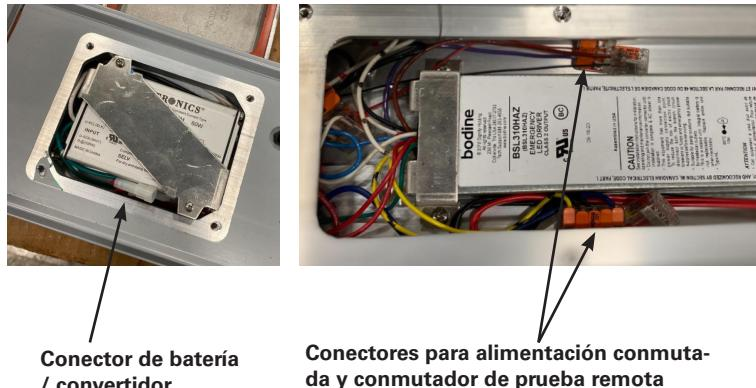

Imagen 13
- Abra la cubierta del controlador AC aflojando los cuatro (4) tornillos de la cubierta de acero inoxidable, número 10-32 x 0,75" (ver Imagen 13). Todos los componentes en el dispositivo están conectados de manera que solo los cables en línea, neutrales y a tierra deban ser conectados en el dispositivo a los cables conductores (o terminales) de acuerdo con los diagramas de cableado (ver Imágenes 16 y 17) y los métodos que cumplen con todos los códigos aplicables. Cortar primero el conductor a tierra del equipo (verde), luego el común (blanco) y finalmente la línea de voltaje (negro). Apriete todas las conexiones eléctricas. **NOTA:** Las aberturas estándar son de 3/4" NTP.
- Si no hay alimentación continua (TF) o conexiones de comutador, proceda al Paso 9.
- Para el sufijo TF, use la línea de pescado suministrada de fábrica para jalar a través de los conductores de alambre para el cableado del controlador o para dispositivos múltiples de conexión en cadena (máximo de cinco (5)). Consulte el esquema para el
- Para conectar una fuente de energía conmutada adicional, retire la cubierta del controlador EM aflojando los diez (10) tornillos de la cubierta de acero inoxidable, número 8-32 x 0,50" (ver Imagen 13). Ubique el conector con el controlador EM negro y los cables rojo/blanco. Desconecte el cable rojo/blanco y vuelva a conectarlo a una entrada de línea conmutada según los diagramas de cableado utilizando los métodos que cumplen con todos los códigos aplicables.
- Para conectar el interruptor de prueba remoto, retire la cubierta del controlador EM tal como se describe en el Paso 8. Ubique los dos (2) conectores con el controlador EM morado y los cables marrones. Conecte los cables al interruptor de prueba utilizando los conectores de 3 conductores suministrados.
- Vuelva a instalar la cubierta del controlador EM y ajuste los diez (10) tornillos de montaje a 20 pulgadas-libras. (2.3 N-m).
- Vuelva a instalar la cubierta del controlador AC y ajuste los cuatro (4) tornillos de montaje a 32 pulgadas-libras. (3.6 N-m).